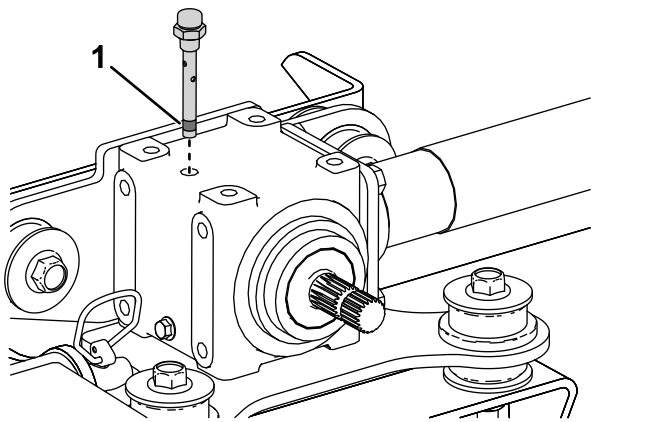

Figura 24
2. Rimuovete il tappo dello sfiatatoio dalla parte superiore della scatola ingranaggi (Figura 24) e assicuratevi che il lubrificante sia compreso tra le tacche di riempimento sulla parte inferiore del tappo dello sfiatatoio. Se il lubrificante è insufficiente, rabboccatelo fino a raggiungere il livello compreso tra i segni.